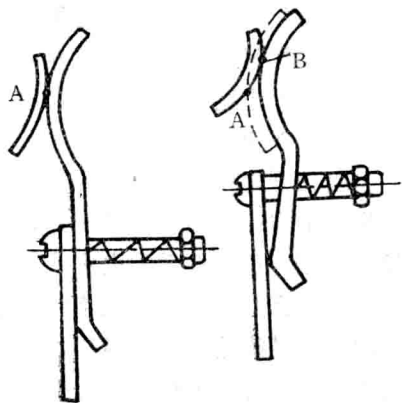

图1—4 触点滚动接触的位置
接触器触点(有时又称触头)是接触器控制外电路的执行元件,起闭合或断开电路的作用。由于通过触点的电流大,因此,要求触点导电性能良好,所以通常用铜或铜银制成。但是铜的表面容易氧化而生成一层氧化铜,这一层氧化铜是不良导体,它将增大触点的接触电阻,甚至造成接触不良。所以在选择触点形状时,希望触点能在接触过程中自动清除接触面上的氧化铜。为了达到这个目的,应设法使触点在闭合或断开时,动触点能沿着静触点滚动(如图1—4所示)。开始,当衔铁被吸向铁芯时,动触点与静触点在A点接触,随着衔铁的继续移动,触点上的压力也随着增加,与此同时,动触点就在静触点上滚动,其接触点逐步由触点的下部向上部移动,最后接触点移到B点。这一移动的效果,不仅可以把氧化铜擦掉,而且保证了触点接通或断开时均在触点的下部进行(A点位置)。换句话说,断开电路时电弧也就只在触点下部A点产生,而对触点长期工作的区域(B点位置)就不会被电弧烧坏,从而保证了B点位置导电性能良好,延长了触点的使用寿命。
①桥式触点 图1—5(a)是两个点接触的触点,它是两个球面或是一个球面与一个平面的接触。图1—5(b)是两个面接触的触点,它是由两个平面的接触。它们都是两副触点串于一条电路中,电路的断开与闭合是由两副触点共同完成的,这样的触点称为桥式触点。点接触触点适用于电流不大且触点压力小的地方,如接触器的辅助触点。面接触触点,适用于大电流的地方,如接触器的主触点。